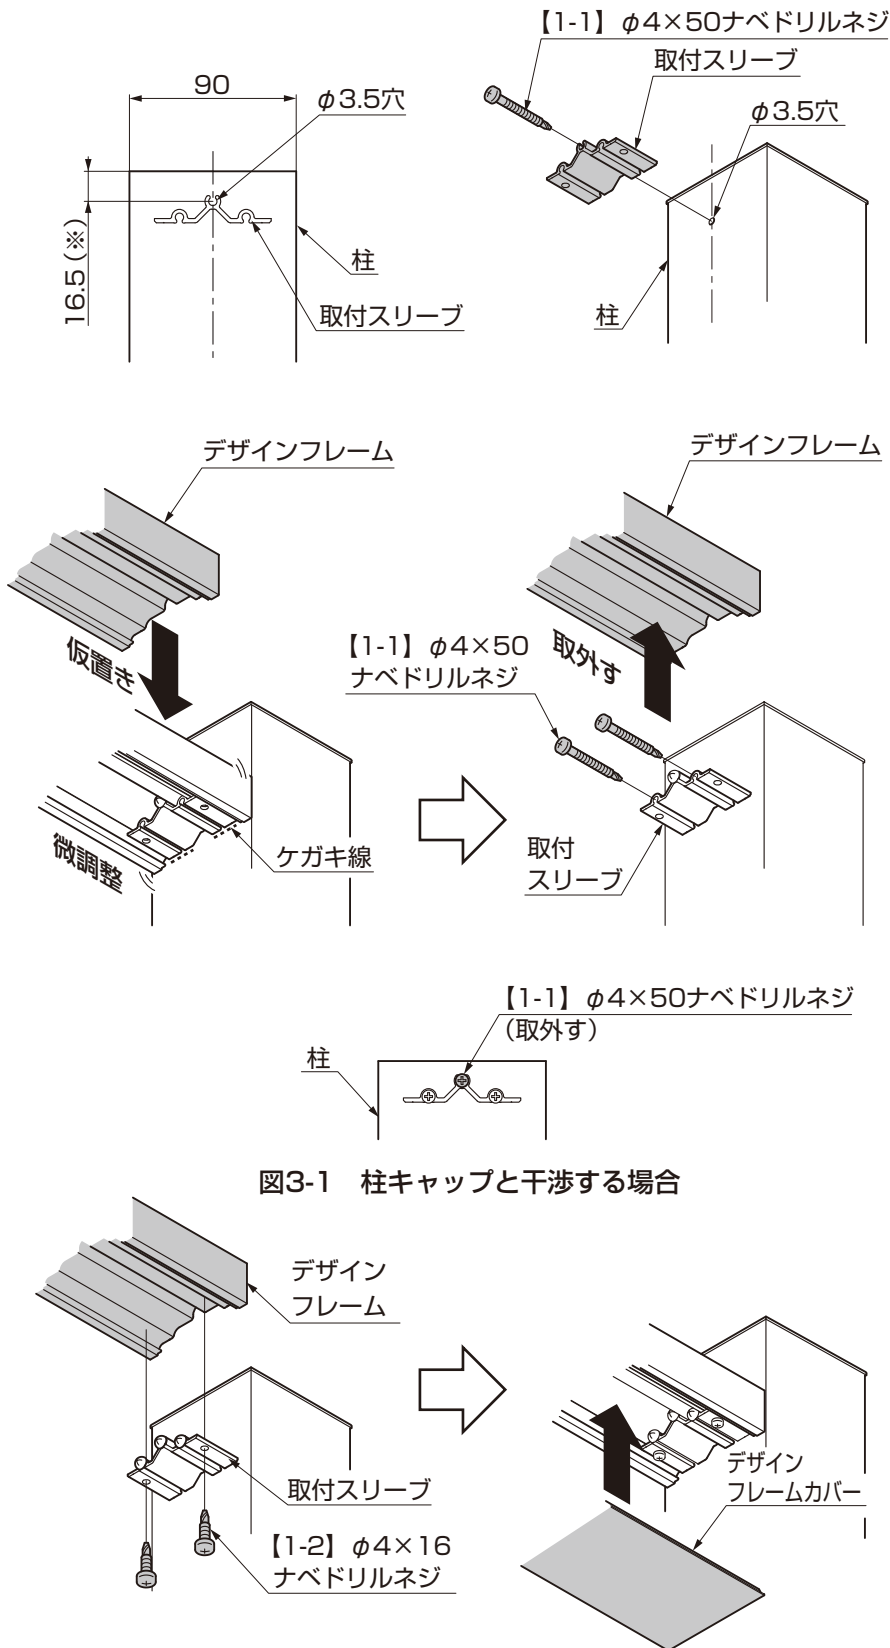

図3-1 柱キャップと干渉する場合
- 柱キャップと干渉する位置に取付ける場合は、真ん中の【1-1】を取外してください。(図3-1参照)
⑥デザインフレームを取付スリーブに【1-2】で取付けてください。
⑦デザインフレームカバーをはめ込んでください。